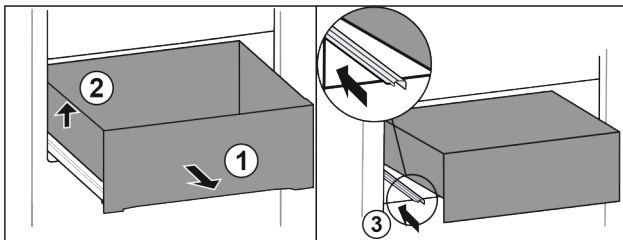

Fig. 77
- ▶ Изтеглете чекмеджето докрай. Fig. 77 (1)
- ▶ Повдигнете чекмеджето отляво. Fig. 77 (2)
- ▶ Вкарайте лявата релса. Fig. 77 (3)